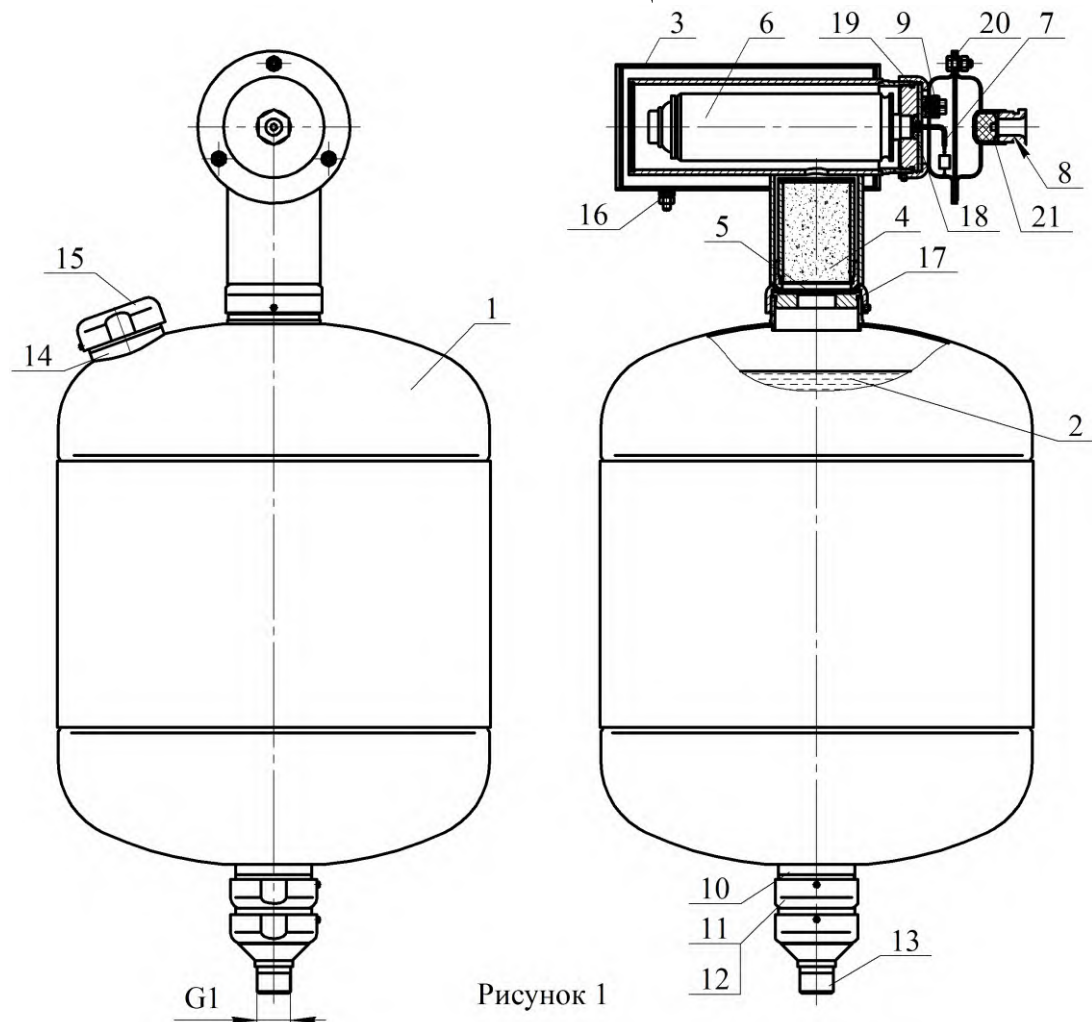

Рисунок 1
4.1.1 МУПТВ (см. рисунок 1) состоит из корпуса **1**, запропанного ОТВ **2**, газогенерирующего устройства **3** и мембранного рабочего узла, смонтированного в нижней части модуля. Канал со встроенным фильтрующим элементом **4** для очистки газа, соединяющий газогенерирующее устройство **3** с внутренней полостью корпуса **1**, загерметизирован эластичной прокладкой **5**. В корпусе газогенерирующего устройства установлен ИХГ **6** с элементом электропусковым **7**. Газогенерирующее устройство снабжено вводной коробкой с герметичным кабельным вводом **8**. Монтажный кабель через кабельный ввод **8** входит во вводную коробку и через зажим контактный винтовой **9** соединяется с проводами элемента электропускового **7**. В мембранном узле сопловое отверстие **10**, предназначенное для выхода ОТВ, перекрыто срезной мембраной **11**, которая поджата гайкой **12**. С гайкой **12** через фильтрующий элемент соединен штуцер **13** с наружной резьбой G1, предназначенный для соединений МУПТВ с трубной разводкой или переходником для направленной подачи ОТВ. В верхней части корпуса расположены горловина **14** для заливки ОТВ и предохранительный клапан **15**. МУПТВ имеет заземляющий зажим **16**.
6.5.1 Залить в отверстие верхней горловины **14** (см. рисунок 1) воду (питьевую либо дистиллированную) (температура воды должна быть плюс $(15...25)^{\circ}\text{C}$) объемом $26,2^{+0,4}$ дм³. Открыть упаковки с жидкими добавками к воде и залить их в отверстие верхней горловины **14**.
6.6.3 Полученный раствор ОТВ залить в отверстие верхней горловины 14 (см. рисунок 1). Для окончательного приготовления ОТВ открыть упаковки с жидкими добавками к воде и залить их в отверстие верхней горловины 14.
6.8 Соединить штуцер 13 (см. рисунок 1) с трубной разводкой.